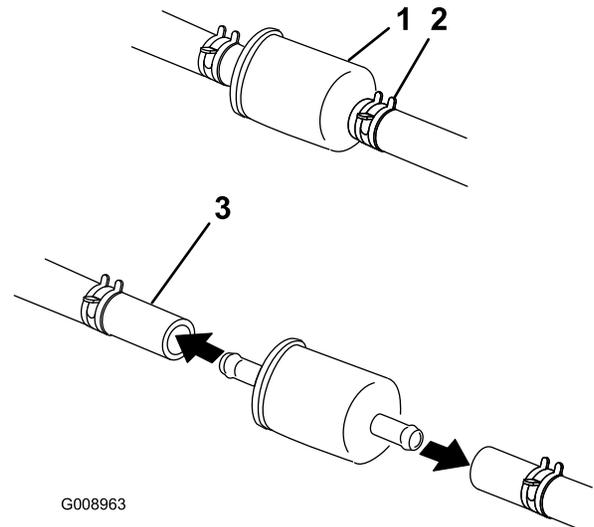

Figura 45
5. Cierre la válvula de cierre de combustible, situada debajo del asiento (Figura 45).
6. Apriete los extremos de las abrazaderas y deslícelas por el tubo alejándolas del filtro (Figura 45).
8. Instale un filtro nuevo y acerque las abrazaderas al filtro (Figura 45).